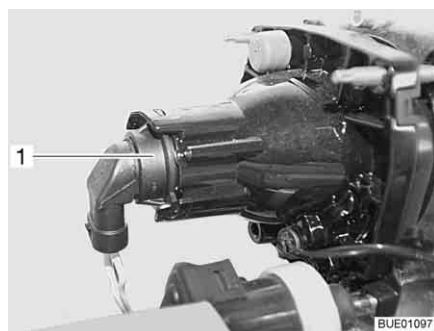

Bild 259 Halvljus/helljus/parkeringsljus
- Greppa tag bakom lampfästet (Bild 259,1).